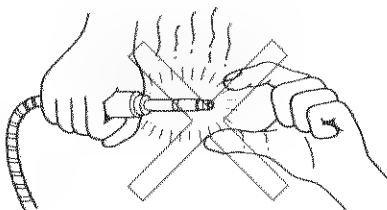

図3-6
- ⑫ グリップ：光源装置に着脱する場合につかむ部分です。
- ★コネクターを光源装置からはずした直後は、コネクターの金属部が熱を持ち、うっかり触れるとヤケドをするおそれがあります。グリップ(黒い部分)以外の金属部に触れないようにしてください。(図3-6)